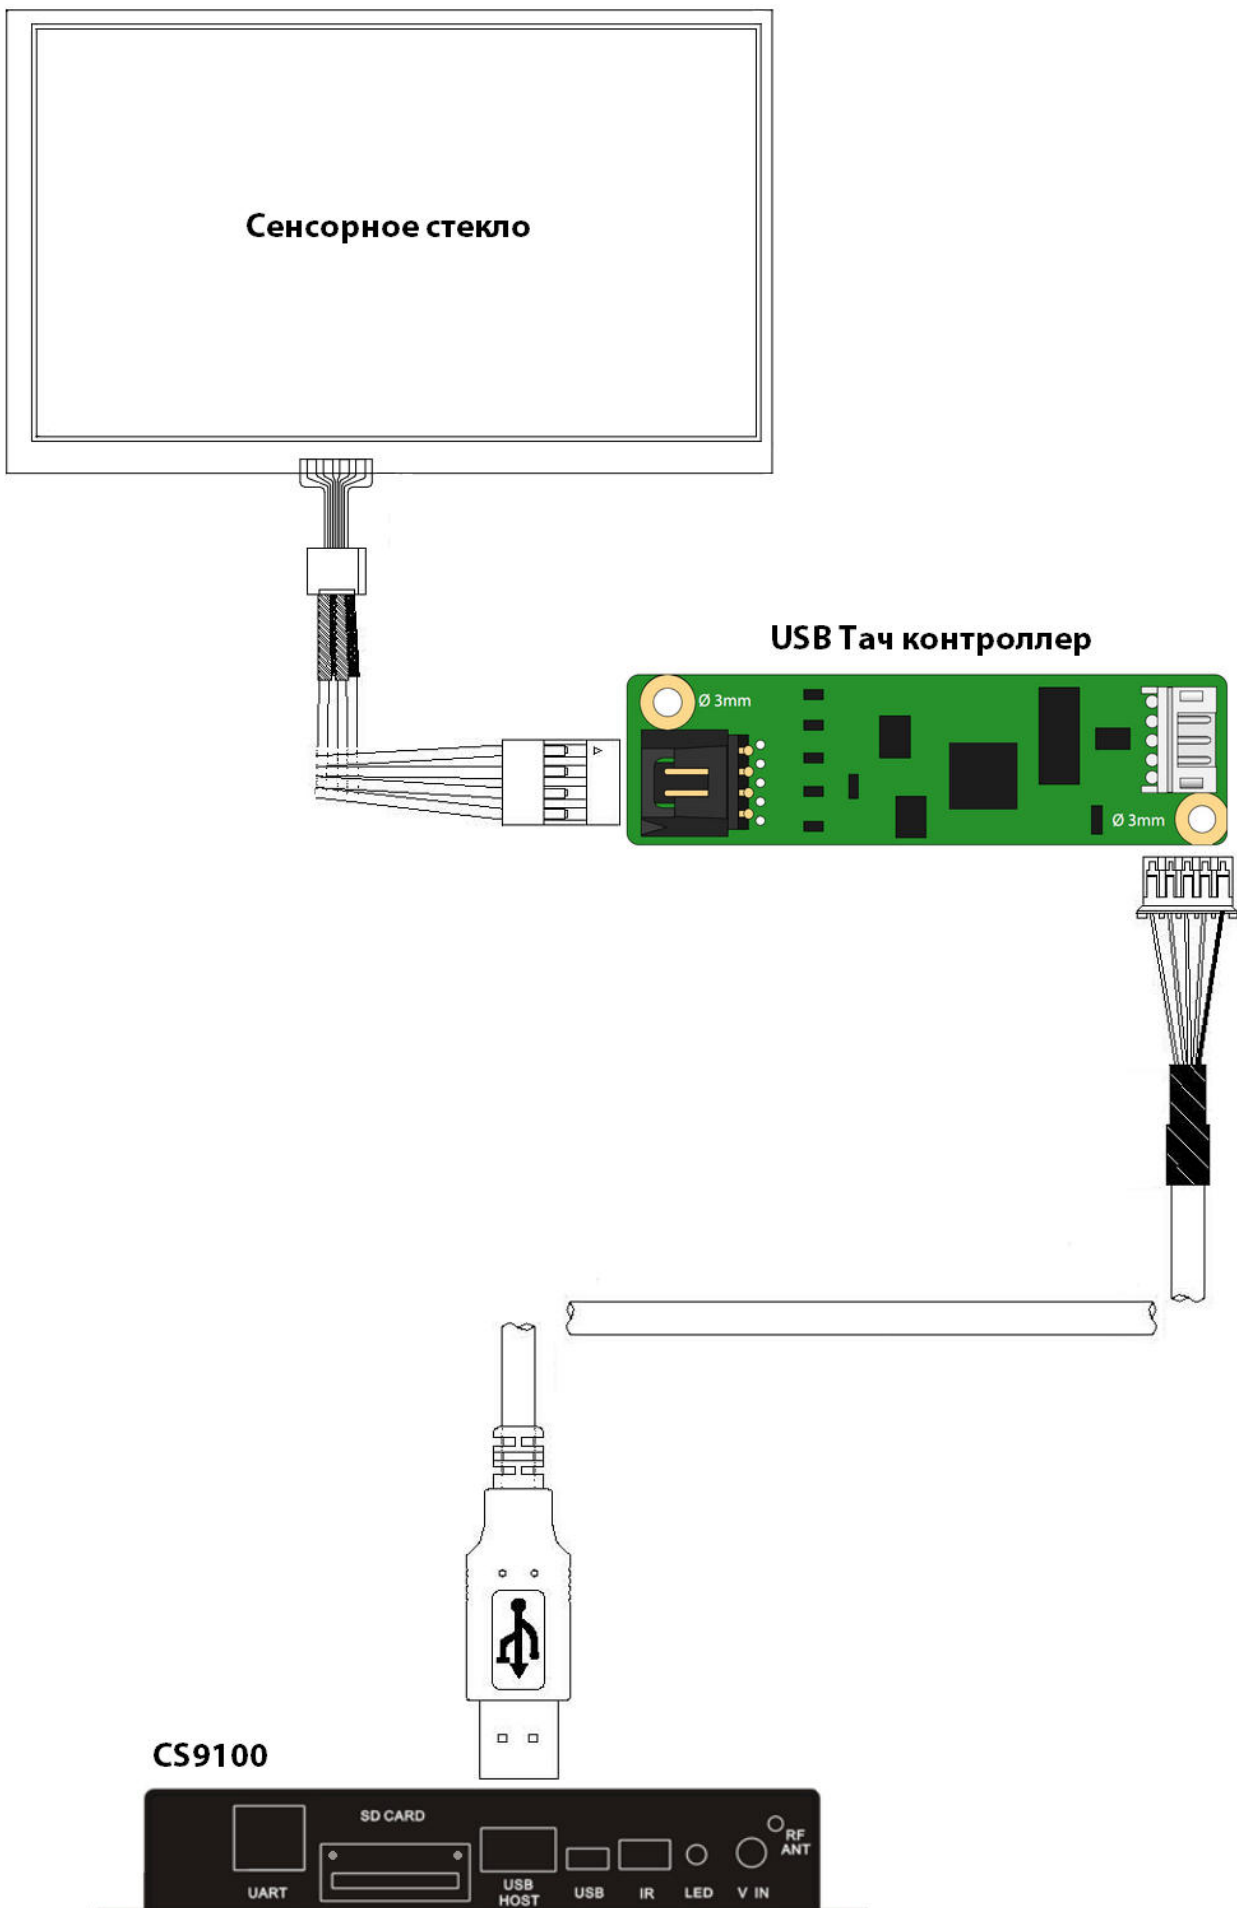

Рисунок 19
12. Ниже приведена схема подключения сенсорного стекла к нави блоку CS9100 (рис. 19)